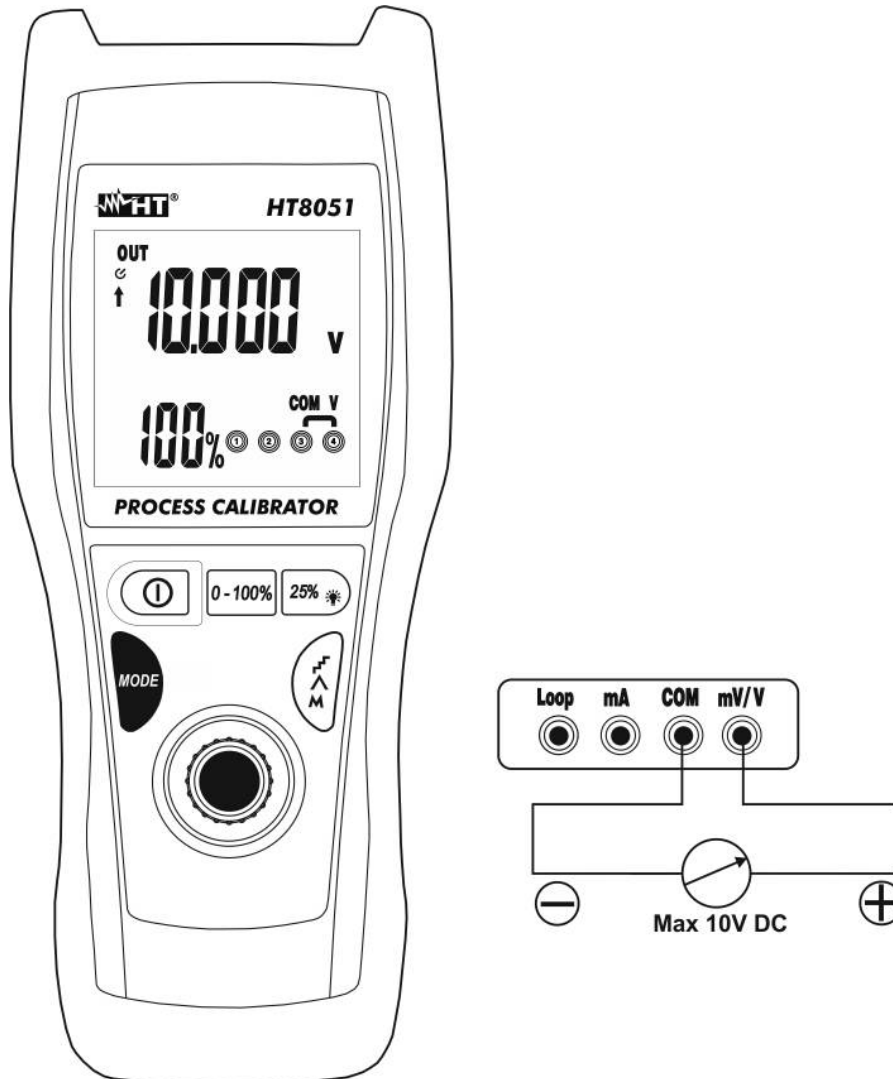

Abb. 4: Erzeugung von DC Spannung
4. Verbinden Sie die rote Messleitung und die schwarze Messleitung mit dem positivem und negativem Potenzial des externen Messgerätes (siehe Abb. 4: Erzeugung von DC Spannung
6. Zur Erzeugung eines negativen Spannungswerts wechseln Sie die Messleitungen in die umgekehrte Richtung in Bezug auf die Verbindung in Abb. 4: Erzeugung von DC Spannung